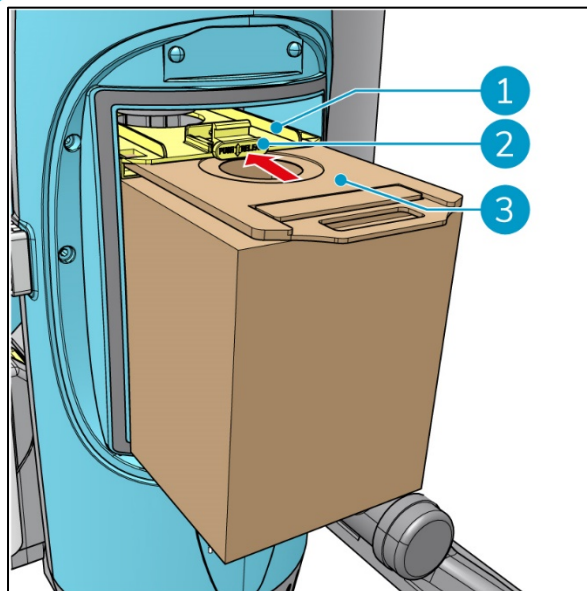

Figure 10
7. Mettez le support jaune (Figure 10, pos. 1) en position haute. Appuyez sur le bouton jaune (Figure 10, pos. 2) et il se met en position verrouillée d'un simple clic.
8. Insérez la bague en carton du nouveau sac à poussière (Figure 10, pos. 3) complètement dans le support de sac jaune.